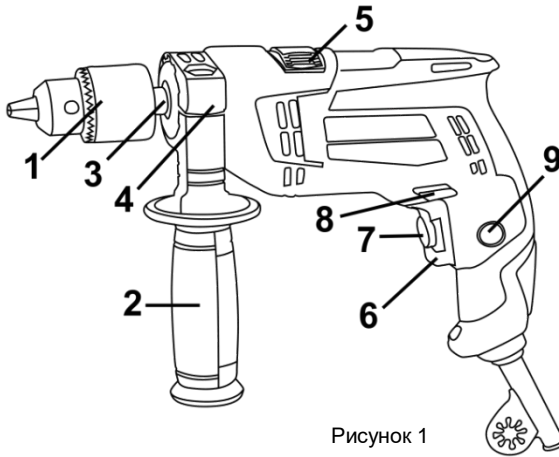

Рисунок 1
Виріб має два режими свердління: ударно-обертальний і обертальний. Перемикач режимів роботи виробу здійснюється переведенням перемикача (5) (див. рис.1) У крайній позиції до відповідного символу символу режиму роботи:
- ударно-обертальний режим - перемикач (5) повинен бути переведеним до упору у бік символу **T**;
- обертальний режим - перемикач (5) повинен бути переведеним до упору у бік символу **⚙**.
4.2 Виберіть необхідний режим роботи виробу за допомогою перемикача (5) (див. рисунок 1). Перемикання режимів роботи виробу здійснюється переведенням перемикача (5) (див. рис.1) з одного крайнього положення в інше в бік відповідного символу режиму роботи:
- обертальний режим - перемикач (5) повинен бути переведеним до упору у бік символу **2**.